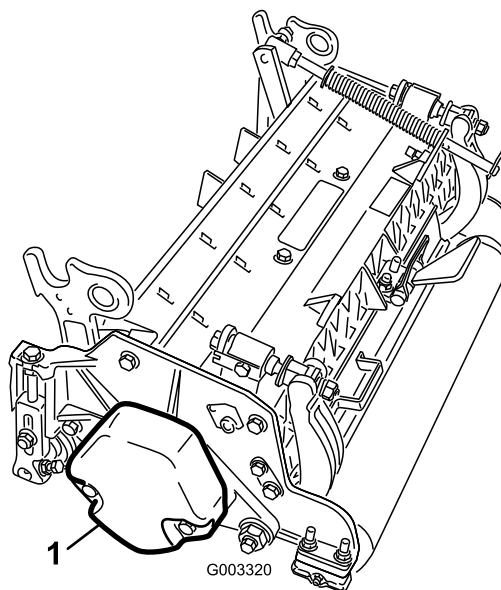

Figura 3
4. Accertatevi che il contrappeso (Figura 3) sia montato all'estremità appropriata di ciascun apparato di taglio, come descritto nel *Manuale dell'operatore* degli apparati di taglio.